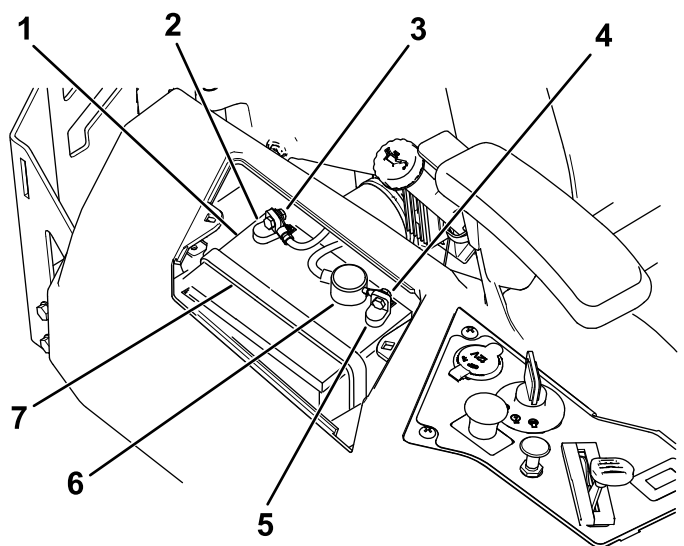

Figura 53
4. Desligue o cabo negativo (preto) do pólo da bateria (Figura 53).
6. Desligue o cabo positivo (vermelho) do pólo da bateria (Figura 53).
7. Retire o suporte da bateria (Figura 53) e levante a bateria para a retirar da respetiva plataforma.
1. Posicione a bateria no tabuleiro (Figura 53).
5. Prenda a bateria ao suporte (Figura 53).